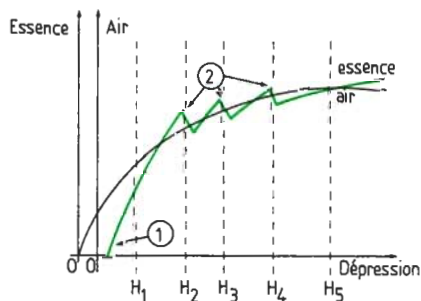

Fig. 16.16. Débit d'essence et d'air avec automatisme.
Sur la figure 16.16, ① est l'amorçage de l'essence avancé grâce au gicleur noyé et ② est l'appauvrissement dû à l'ouverture des trous du tube d'émulsion.